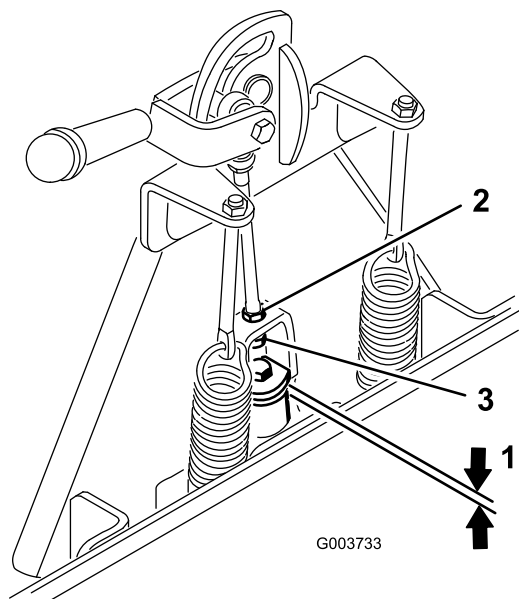

Figura 2
2. Misurate lo spazio tra la rondella superiore e il distanziale del gruppo di connessione sull'adattatore dell'attrezzo, come illustrato in Figura 2.